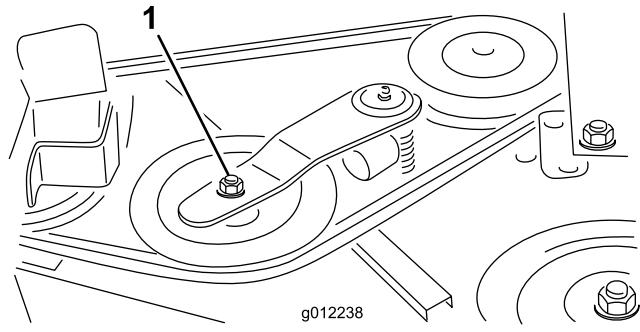

Figura 30
2. Utilizando uma chave de aperto ou ferramenta semelhante, afaste a polia intermédia (Figura 30)